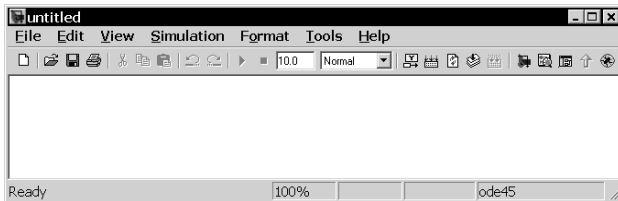

Рис. 1.5. Пустое окно модели
1. Создать новый файл модели с помощью команды **File** ⇒ **New** ⇒ **Model** (здесь и далее с помощью символа «⇒» указывается последовательность вызова пунктов меню) или используя кнопку  на панели инструментов. Вновь созданное окно модели показано на рис. 1.5.